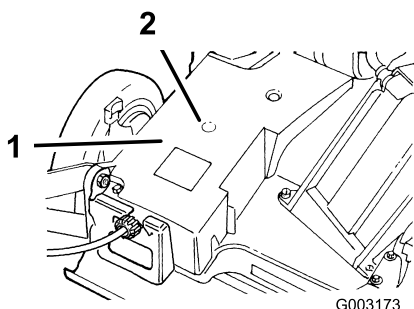

Figure 27
2. Raccordez une pompe à graisse au graisseur dans l'ouverture du couvercle de courroie (Figure 27).